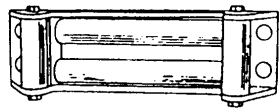

Figure 16
- Pour réduire de manière importante l'usure du câble pendant les treuilages sur angle, ÉQUIPEZ LE TREUIL D'UN GUIDE-CÂBLE (Fig. 16). Les roulements éliminent l'abrasion et le frottement excessif du câble.